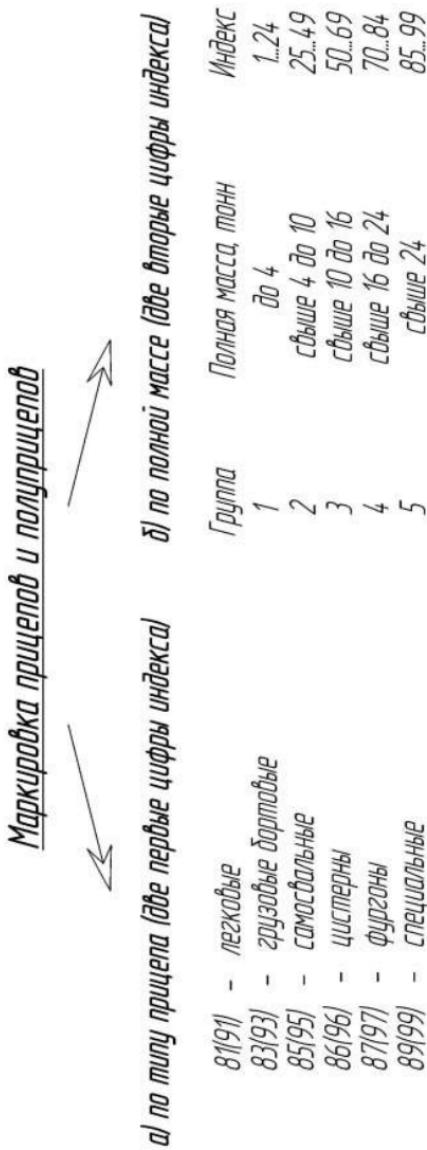

Рисунок 1.7 – Маркировка прицепов и полуприцепов
При этом для различных моделей прицепов (полуприцепов) две первые цифры индекса из четырех (рис. 1.7) характеризуют тип прицепа (полуприцепа): легковые – 81(91), грузовые бортовые – 83(93), самосвальные – 85(95), цистерны – 86(96), фургоны – 87(97) и специальные – 89(99).
Две вторые цифры индекса характеризуют полную массу прицепов и полуприцепов, в соответствии с которой прицепы и полу-прицепы разделены на пять групп (рис. 1.7): 1 – до 4 т, 2 – свыше 4 до 10 т, 3 – свыше 10 до 16 т, 4 – свыше 16 до 24 т, 5 – свыше 24 т.